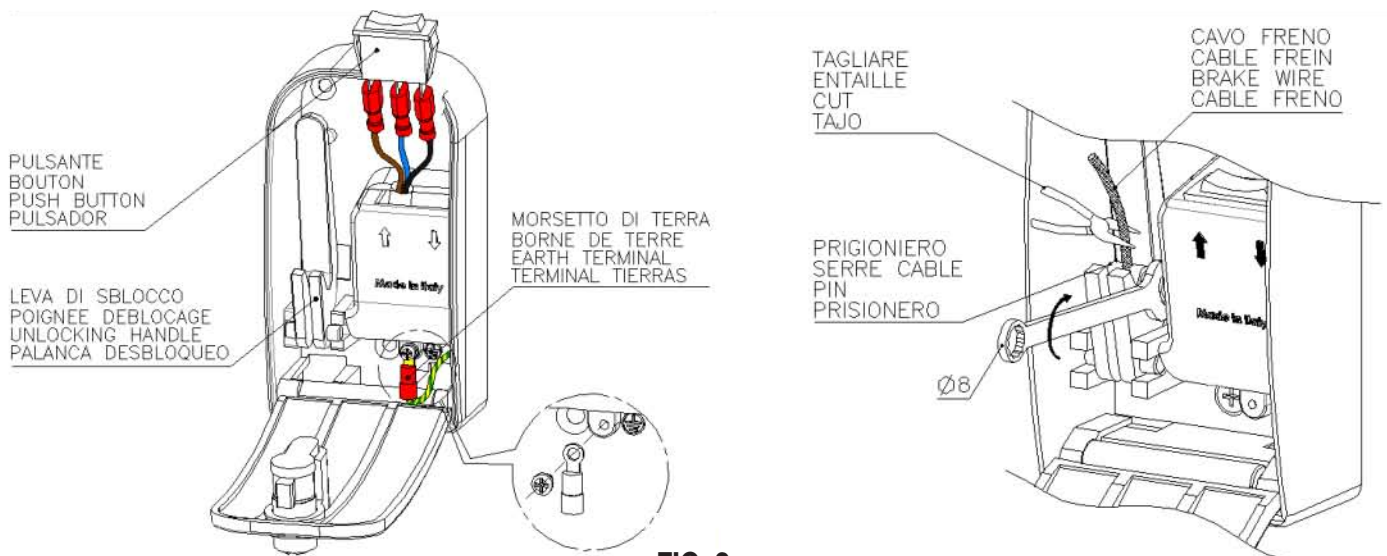
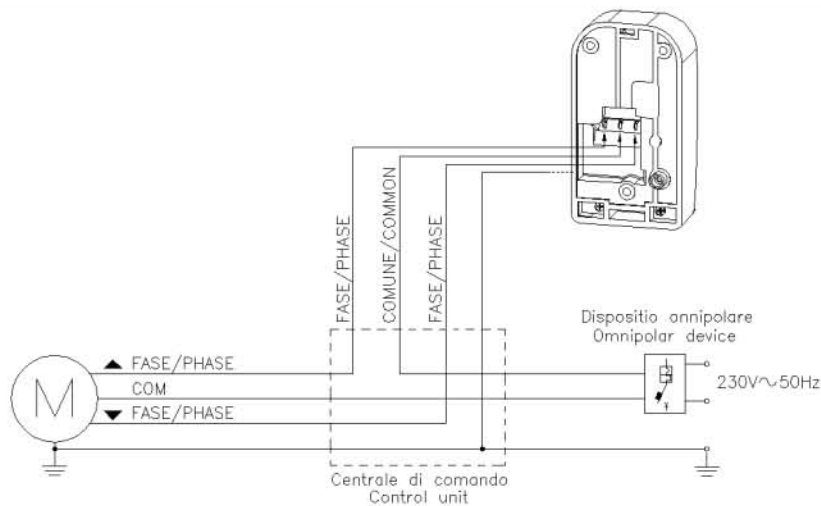

FIG. 2
FIG. 3
- Togliere dalla sede il pulsante (fig. 2). Eseguire i collegamenti elettrici come mostrato in fig. 3.
- Bloccare il terminale di terra nell'apposita sede (fig. 2).
- Applicare sul cavo il prigioniero accostandolo alla leva e serrandolo con chiave da 8mm (fig. 2).
- Verificare il serraggio e tagliare il cavo in eccedenza (fig. 2).
- Remove the push button (fig. 2) and wire up the electrical connection as shown in fig. 3 and wire the ground terminal to its place (fig. 2).
- Tighten the set screw with a 8mm wrench (fig. 2).
- Make sure the cable has been tightened firmly and cut off any excess cable (fig.2).
- Retirer le bouton poussoir de son emplacement (fig. 2). Effectuer les raccordements électriques comme illustré dans la fig. 3.
- Bloquer la borne de terre dans son siège (fig. 2).
- Placer le prisonnier sur le câble en l'approchant du levier et le serrer avec une clé de 8 mm (fig. 2).
- Vérifier le serrage et couper la partie excédentaire du câble (fig. 2).
- Sacar el pulsador de su alojamiento (fig. 2). Effectuer les raccordements électriques comme illustré dans la fig. 3 y bloquer la borne de terre au pivot en aluminium (fig. 2).
- Aplicar en el cable el prisionero acercándolo a la palanca y apretarlo con una llave de 8 mm (fig. 2).
- Verificar el cierre y cortar el exceso de cable (fig. 2).